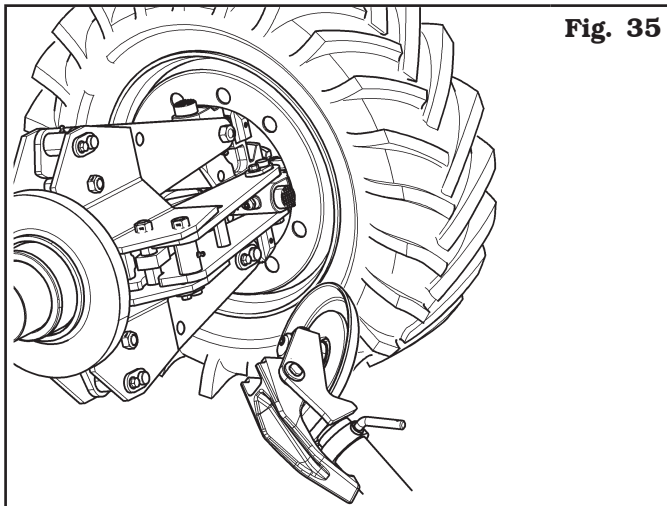

Fig. 35
- Posicionar el disco destalonador a ras de la llanta (véase Fig. 35).